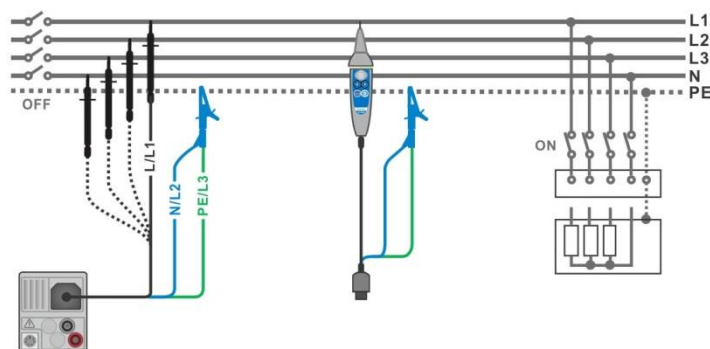
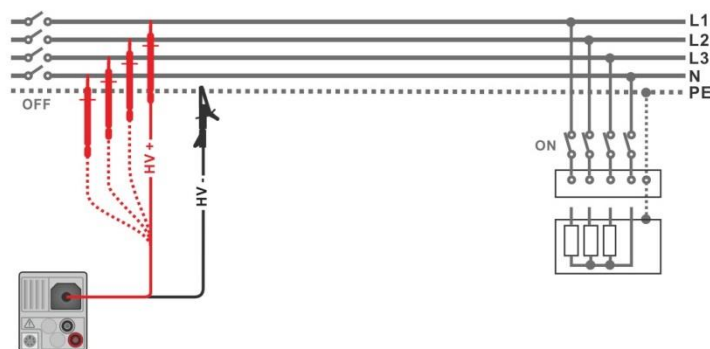

Abbildung 7.7: Anschluss der Dreileiter-Prüfleitung und der Commander-Prüfspitze ($U_N \leq 1 \text{ kV}$)
Abbildung 7.8: Anschluss der 2,5 kV Prüfleitung ($U_N = 2,5 \text{ kV}$)
- › Schließen Sie die Prüfleitungen am Prüfling an (siehe **Abbildung 7.7** und **Abbildung 7.8**).